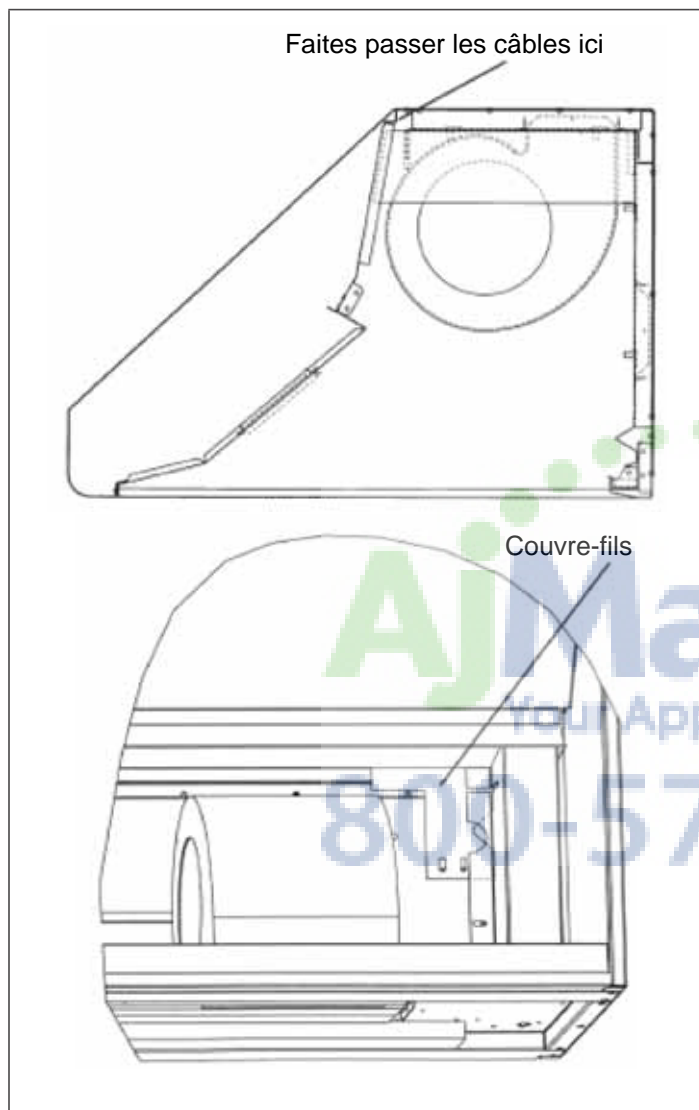

Figure 16: Vertical Discharge
12. Enlevez la plaque de la boîte de connexion qui couvre les fils (voir les Figures 16 et 17).
Installez le couvre-fils, comme illustré à la Figure 16. Le modèle PH30HS ne requiert pas l'utilisation de couvre-fils.